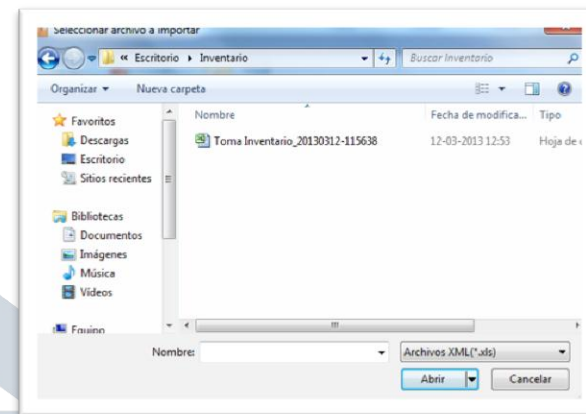

Imagen 16
3.4.2 Diferencia Inventario: Este botón nos carga el archivo del inventario. Cuando lo hacemos se abrirá la siguiente ventana (imagen 16), en ella debemos seleccionar el archivo que queremos cargar y luego Aceptar.